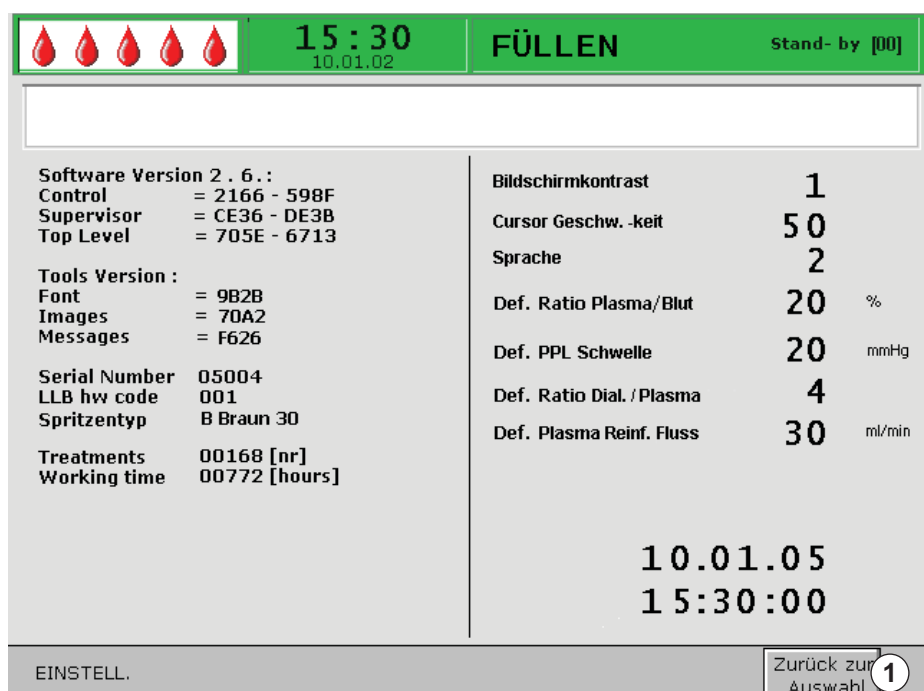

Abb. 4-8 Verlassen des Bildschirms *Einstellungen*
1. Um den *EINSTELL.*-Bildschirm zu verlassen, den Menüpunkt *Zurück zur Auswahl* (Abb. 4-8, ①) in der Menüzeile auswählen und *Enter*-Taste drücken.